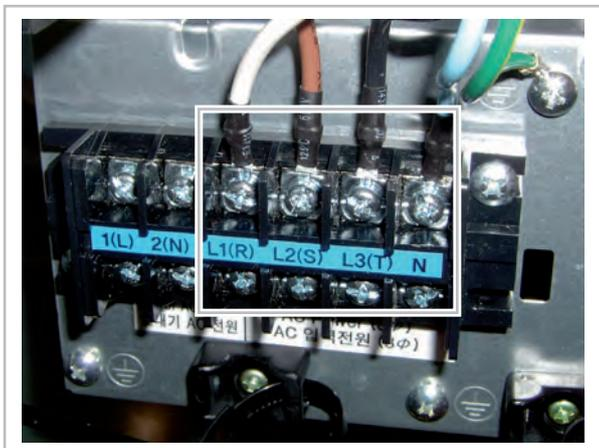

Fig. 20: Borne de raccordement du module externe WKF 180 Duo
- En ce qui concerne la série 180, prenez en compte le fait que seules les bornes L1(R), L2(S), L3(T) et N sont raccordées (voir Voir la Fig. 20).